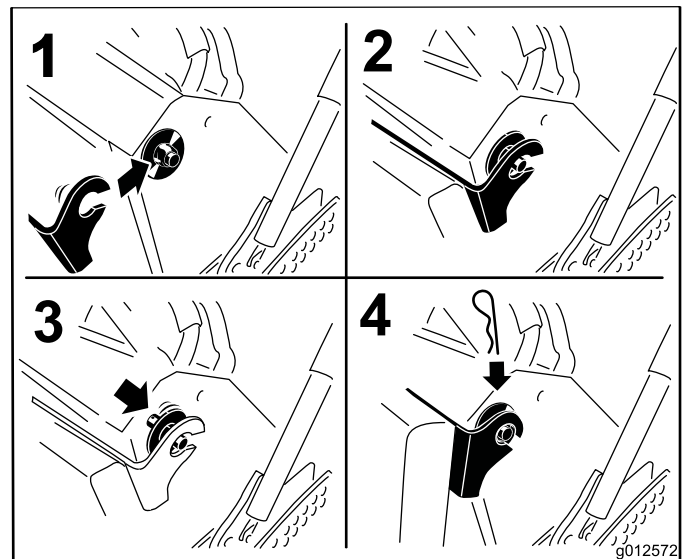

Figura 36
6. Eleve a proteção e deslize-a para os pinos em ambos os lados da máquina (Figura 36).
7. Deslize os casquilhos plásticos das anilhas grandes para a abraçadeira da proteção e fixe-os com um contrapino (Figura 36).